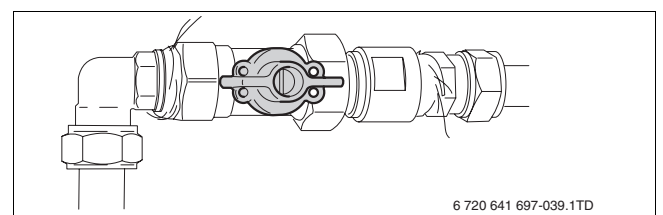

Fig. 22 Robinet de gaz ouvert
- ▶ Ouvrir le robinet de gaz (→ fig. 22) et renouveler le contrôle des fuites de gaz.